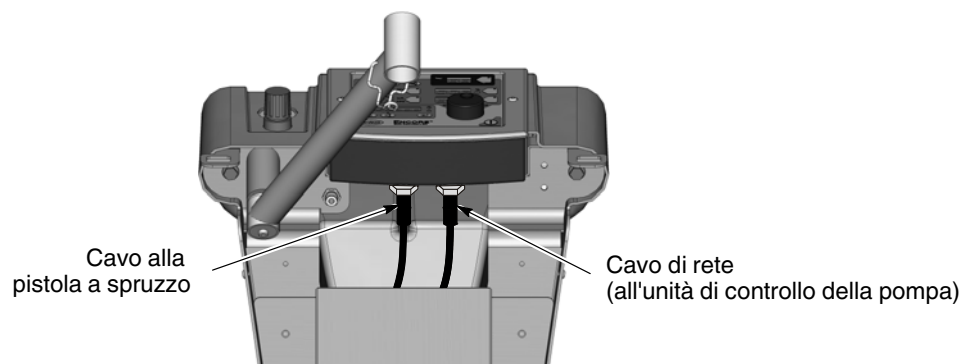

Figura 3-4 Collegamento del cavo della pistola a spruzzo al controller del sistema - nell'illustrazione il sistema mobile
1. Sistema mobile: vedi figura 3-4. Posare il cavo della pistola a spruzzo nel retro della torre del carrello e verso l'alto attraverso il davanti in alto. Questo permette all'utente di unire in un fascio il cavo con i tubi di tratto e di pulizia con aria dell'elettrodo.